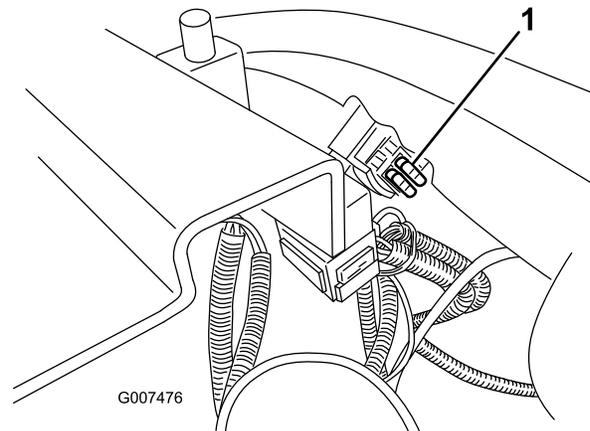

Figure 30
1. Pour remplacer un fusible, tirez dessus pour l'enlever de son emplacement (Figure 30).